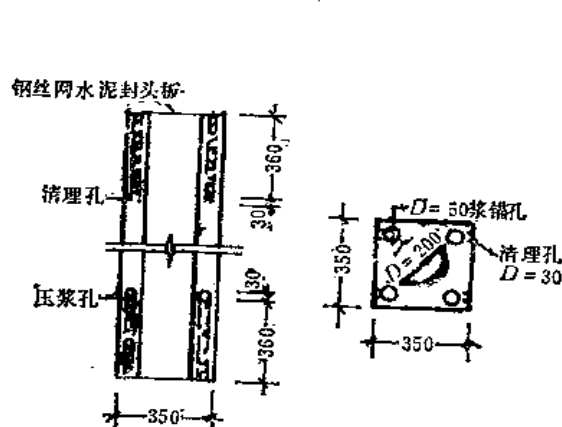

图 2-44 预制柱断面图
1. C30钢筋混凝土外方内圆空心柱,用离心法生产。一层一柱,柱端四角预设螺纹浆锚孔,作上下柱与楼板浆锚节点连接用。外柱侧面有预埋铁板,与墙板连接用。其断面尺寸见图2-44。